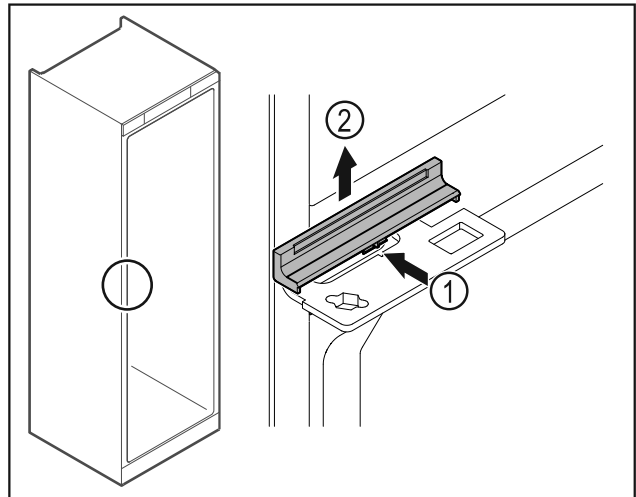

Fig. 42
- ▶ Кришку Fig. 42 (1) трохи натиснути в центрі та зняти рухом вгору Fig. 42 (2).